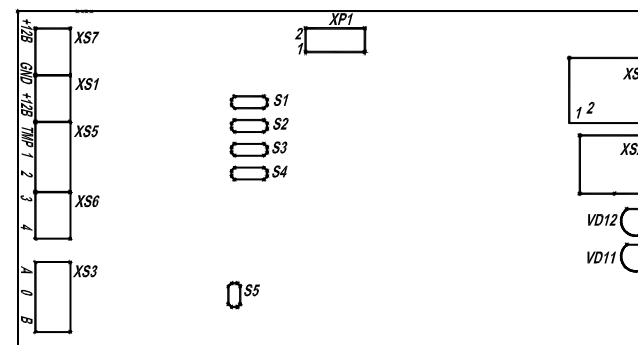

Рис.1
5.1 Адаптер подключается к системному блоку компьютера на любой свободный порт USB посредством соединительного USB-кабеля(разъем XS2 Рис.1). При первом включении ОС Windows запросит драйверы для виртуального последовательного порта, укажите путь к диску с ПО.